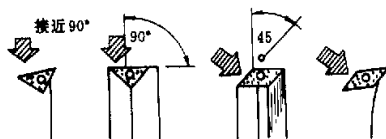

图 5
(4) 对于细长刀杆的镗刀或者细长杆的外圆车削 90° 主偏角的刀具有利于消振 无论是外圆车刀车削细长轴, 还是细长刀杆的镗刀镗孔, 总是 90° 主偏角的刀具产生的径向切削力最小, 同时刀片刃口产生的轴向力最大; 45° 主偏角的车镗刀易发生切削振动, 因为产生振动的径向切削力与轴向力相等, 而使用圆刀片时径向切削力大于轴向力, 最易发生振动 (图 5)。